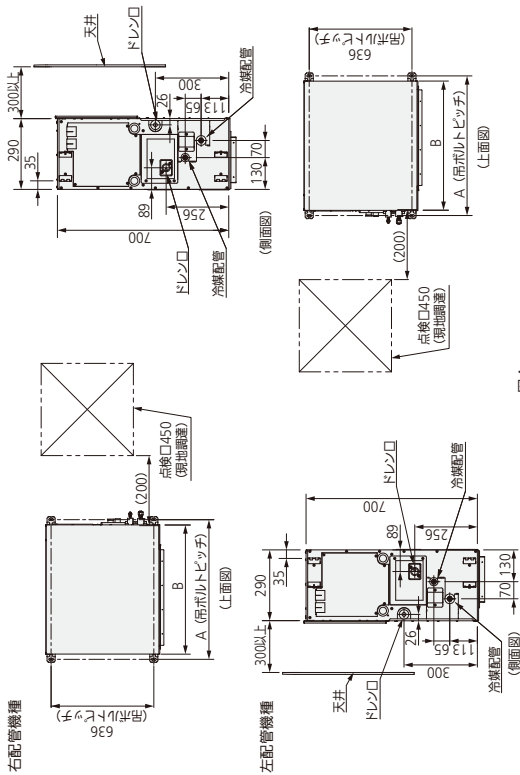

図 4
- 5-1. 本体の吊り込みは、図 4 に従って吊ボルトのビット